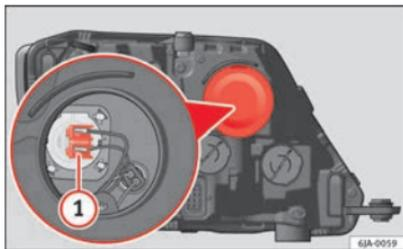

Abb. 154 Glühlampe für Fernlicht auswechseln
- Ziehen Sie den Stecker  $\Rightarrow$  Abb. 154 ① nach außen ab.